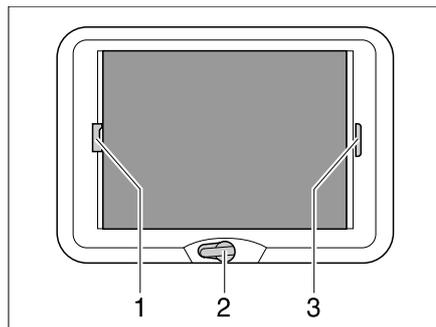

Bild 91 Kurbelhub-Dachhaube
Öffnen: ■ Die Handkurbel (Bild 91,2) drehen, bis Widerstand spürbar ist (max. Öffnungswinkel 70°).
Schließen: ■ Die Faltverdunklung am Griff (Bild 91,3) ziehen und an der gewünschten Position loslassen. Die Faltverdunklung bleibt in dieser Position stehen.
- Den Insektenschutz am Griff (Bild 91,1) zum gegenüberliegenden Griff der faltverdarkung (Bild 91,3) ziehen und einrasten lassen.
- Den Griff des Insektenschutzes (Bild 91,1) hinten nach oben drücken und den Insektenschutz an der faltverdarkung (Bild 91,3) aushängen.